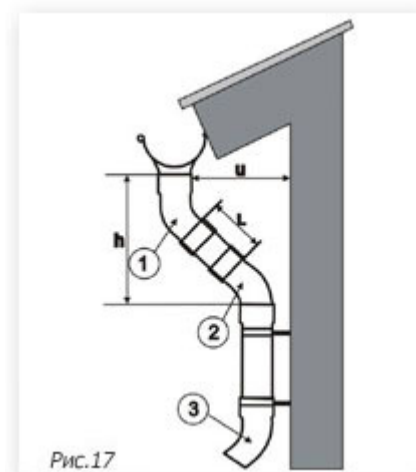

Рис.17
Колена универсальные для водосборных систем (1)(2)(3) устанавливаются как показано на рис.17.